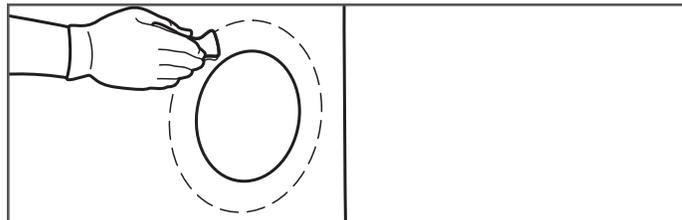

Figure 22-4
2. Poncez sur 38 mm (1-1/2 po) autour du trou sur l'intérieur et l'extérieur du puisard (Figure 22-4).